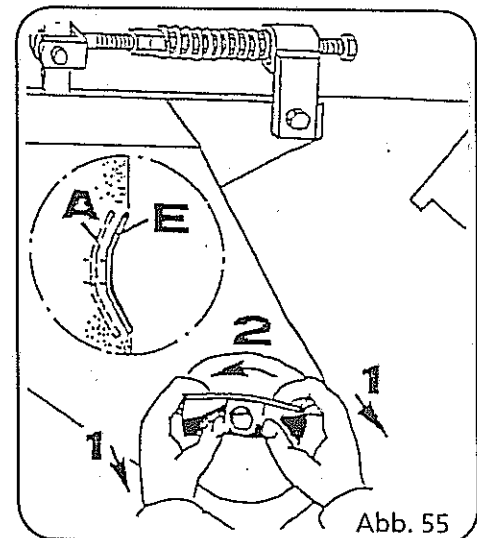

Abb. 55
- Knickzettertrommel außer Betrieb setzen. Kupplungsstück herausziehen und nach links drehen (Abb. 55, Pos. 1 - 2) bis sie wieder einrastet.
Kupplungsstück höherliegend (Abb. 55, Pos. E)
Kupplungsstück tieferliegend (Abb. 55, Pos. A)